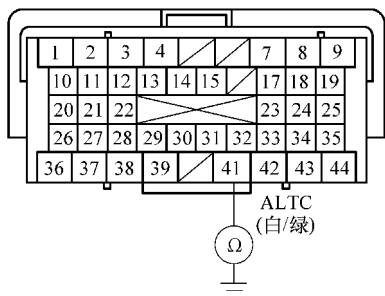

图 3-25 测试 B41 端子与车身搭铁之间导通性
8) 将 HDS 与 SCS 线短接, 然后将点火开关旋至锁定 (LOCK) (0) 位置。
10) 如图 3-25 所示, 检查 ECM/PCM 插头 B41 端子与车身搭铁之间是否导通。